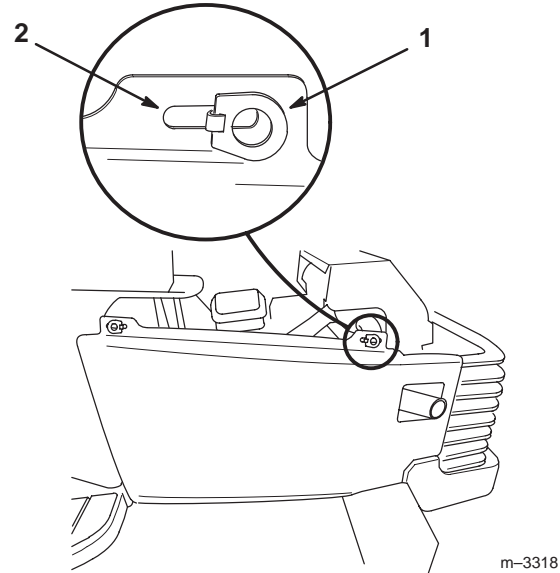

Bild 3
- A. Heben und drehen Sie beide Riegel an den Seitenwänden um 90° oder bis diese mit dem offenen Schlitz flüchtig sind (Bild 3).